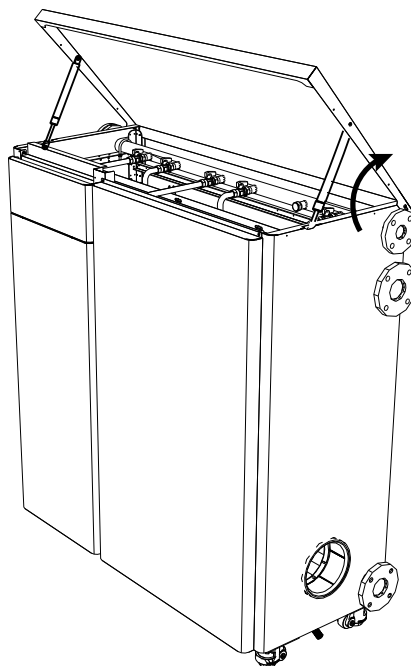

fig. 103
3. Subir la tapa (ver fig. 103)